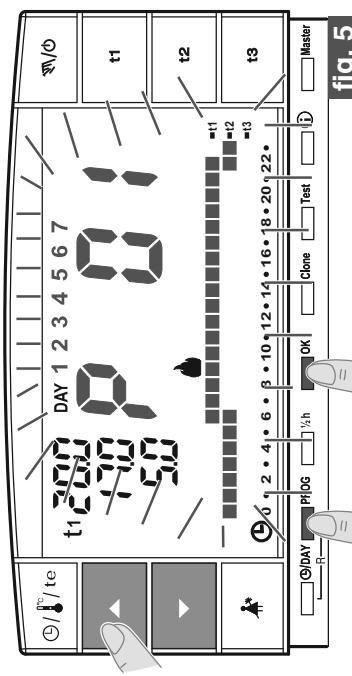

fig. 5
- Se invece, si vuole selezionare un altro programma (fig. 5) premere ad impulsi il tasto **PROG** (o i tasti **◀ ▶**) sino alla visualizzazione sul display del programma desiderato (P02 inverno o P03 estate), quindi premere il tasto **OK**.